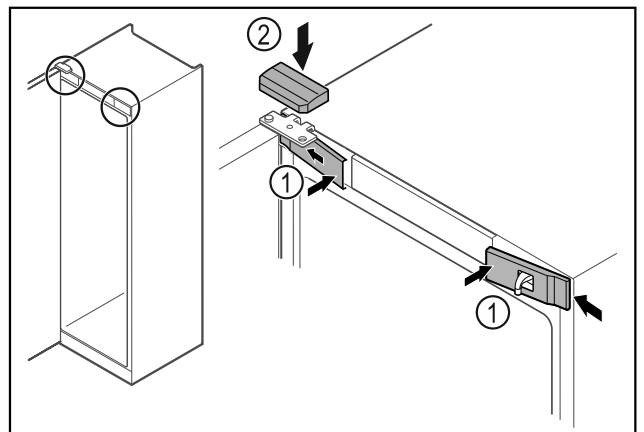

Fig. 46
- ▶ Skyv de fremre dekslene Fig. 46 (1) inn på siden, og smekk dem på plass.
- ▶ Smekk det øvre dekselet Fig. 46 (2) på plass ovenfra.